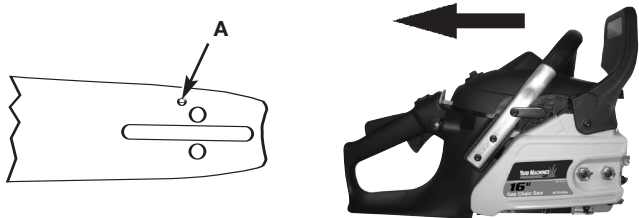

Fig. 22
1. Asegúrese de que el Freno de Cadena® está en la posición DISENGAGED (Desconectado) (Fig. 22).